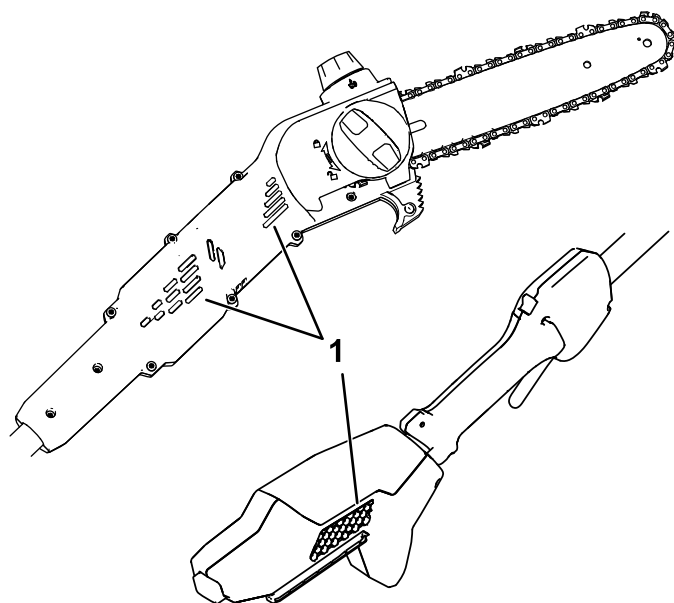

Figure 10
1. Assurez-vous que les événements sur l'élagueuse sont exempts de poussière et de débris (Figure 10).